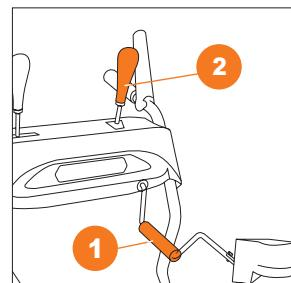

Рис. 23
- Для регулировки направления и дальности выброса на S 6560 и S 7565 воспользуйтесь ручкой изменения направления 1 и рычагом регулировки дальности 2 (Рис. 23).